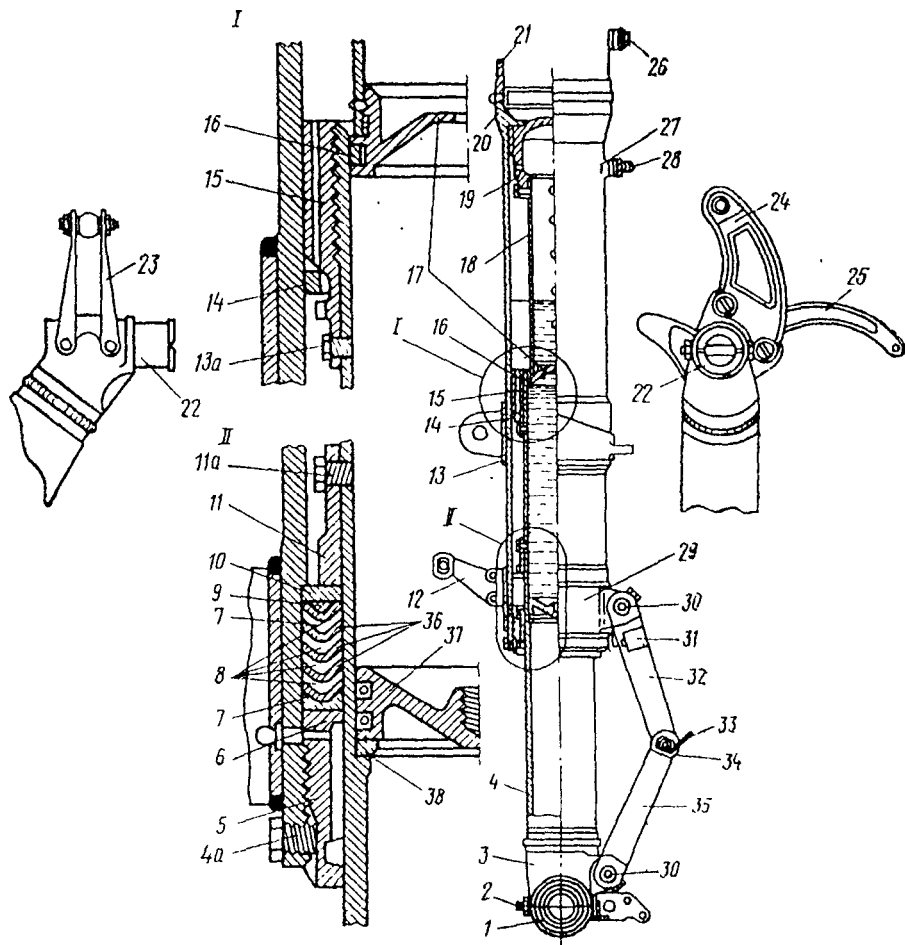

Рис. 5.1. Амортизационная стойка главного шасси:
4. Выверните из цилиндра амортистойки зарядный клапан 28 (рис. 5.1) и заглушку 26 верхней полости traversы.
10. С помощью винтового съёмника (рис. 5.4) выньте плунжер 18 (см. рис. 5.1.) из цилиндра амортистойки, для чего:
11. Отверните два стопора 13а (рис. 5.1.) верхней гайки-буксы 15. Отверните гайку-буксу штока с помощью ключа 644/106.
2. Наденьте на диафрагму плунжера 19 (см. рис. 5.1.) три резиновых уплотнительных кольца 24-4101-88А, не допуская их скручивания в канавках.
3. Наденьте на поршень плунжера 17 пружинное уплотнительное кольцо 24-4101-16 (поз. 16 рис. 5.1) (если оно было забраковано по износу) и установите его concentрично в канавке поршня.
6. Наденьте на шток нижнюю гайку-буксу 5 (см. рис. 5.1).
18. Подтяните гайку-буксу до совмещения ее шлица с первым по ходу отверстием цилиндра и заверните стопор 24-4101-13 (поз. 4а, рис. 5.1.), затем заверните болт 24-4101-12. Законтрите стопор и болт проволокой КС-0,8 Кд.
23. Заверните на место зарядный клапан и заглушку в траверсу амортистойки (поз. 26, 28 рис. 5.1.), предварительно подложив под них шайбы 34М51-20-16,2-1,5. Законтрите заглушку проволокой КС-1гКд.